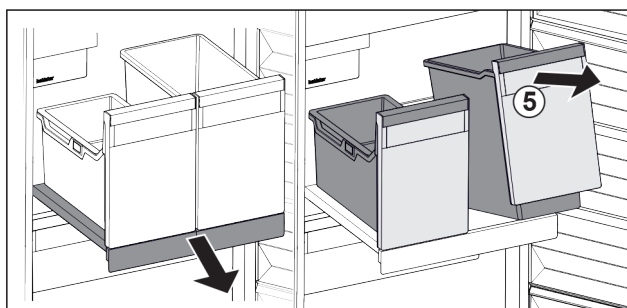

Fig. 94
- ▶ Nádobu Fig. 94 (5) vpředu nadzvedněte.